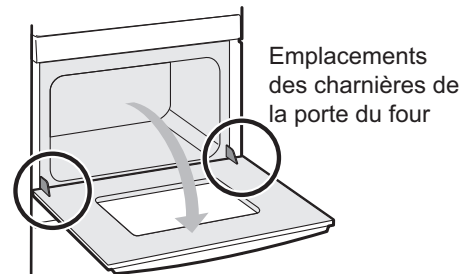

Figure 18 : Emplacement des charnières de la porte
1. Ouvrez complètement la porte du four de façon à ce qu'elle soit parallèle au sol (voir figure 18).
3. Ouvrez complètement la porte du four, parallèlement au sol (voir figure 18).